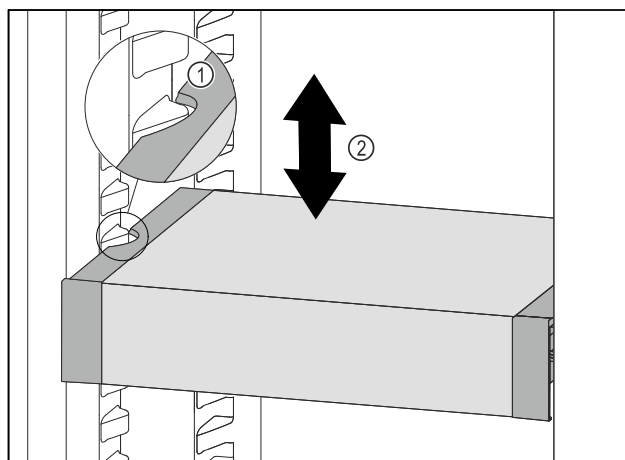

Fig. 58
- ▶ Trageți în față VarioSafe, până când degajările laterale ale VarioSafe se află la înălțimea nervurii recipientului din frigider. Fig. 58 (1)
- ▶ Mișcați în sus sau în jos VarioSafe în frigider, până când este atinsă înălțimea dorită. *Fig. 58 (2)*